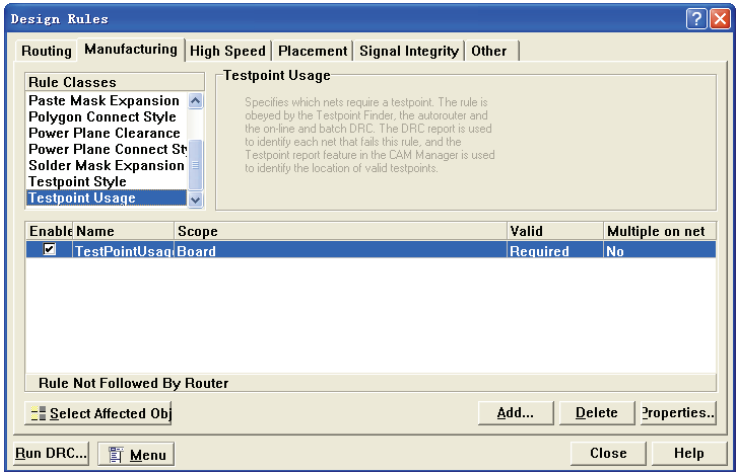

图 8-70 “Testpoint Usage” 规则设置选项
- “Testpoint Usage”（测试点使用规则）选项：设置测试点的使用参数，如图 8-70 所示为该选项设置的对话框，在对话框中可以设置是否允许使用测试点和同一网络上是否允许使用多个测试点。